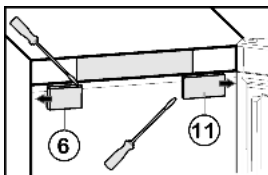

Fig. 9
- ▶ Снятие крышки со стороны ручки Fig. 9 (6): справа выведите из фиксатора при помощи плоской отвертки и сдвиньте наружу.
- ▶ Снятие крышки со стороны шарнира Fig. 9 (11): слева выведите из фиксатора при помощи плоской отвертки и сдвиньте наружу.